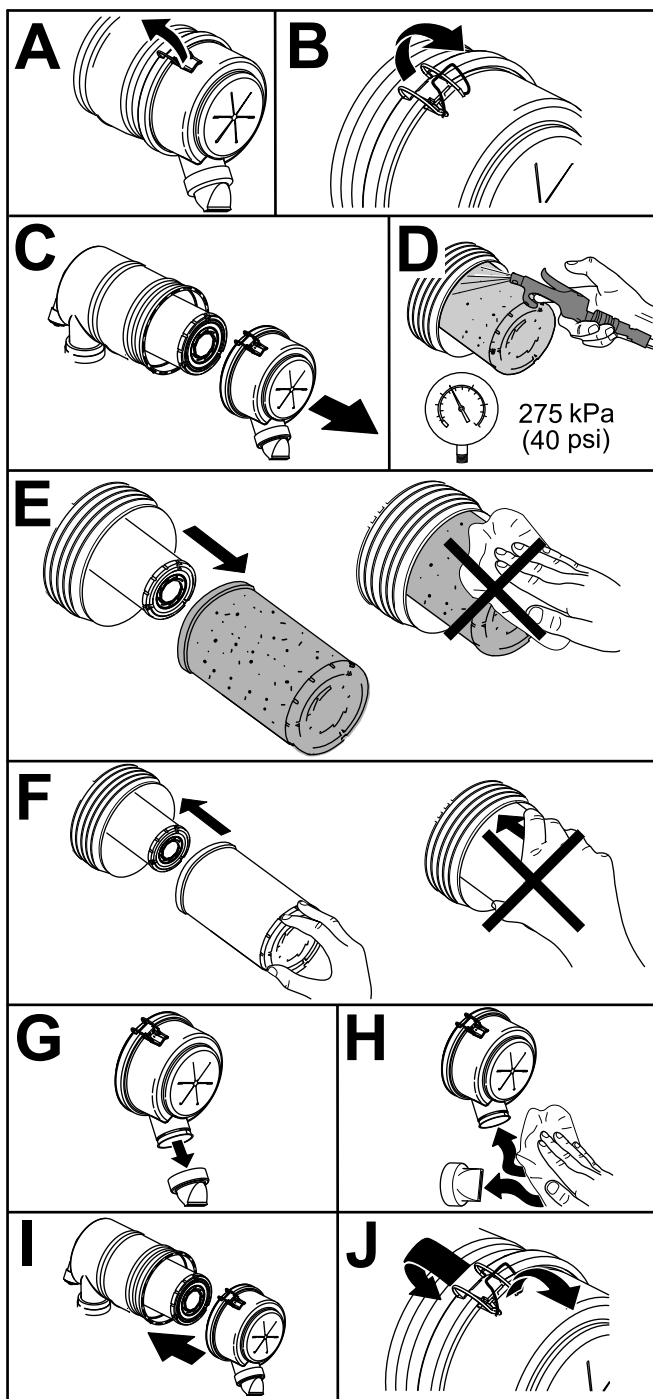

Bild 56
1. Wechseln Sie den Luftfiltereinsatz aus (Bild 56).